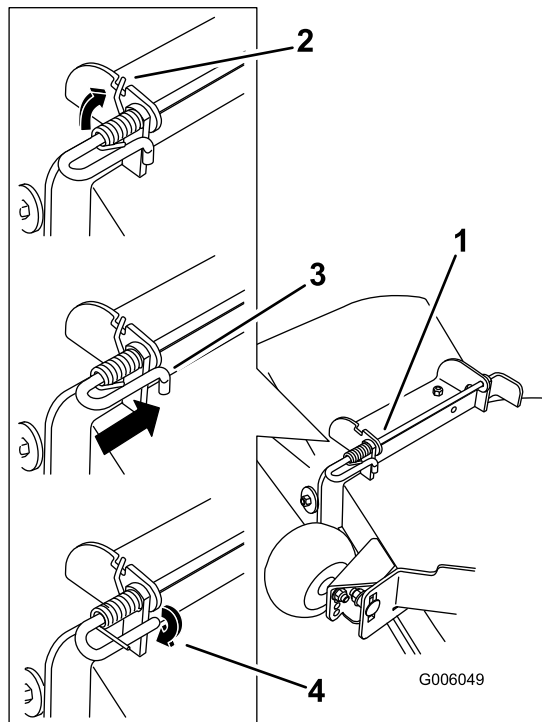

Figura 51
4. Levante el extremo largo del muelle y colóquelo en la muesca del soporte de montaje del deflector (Figura 51).
5. Fije el conjunto de varilla y muelle torciéndolo de manera que el extremo corto de la varilla pueda colocarse detrás del soporte delantero que está soldado a la plataforma (Figura 51).